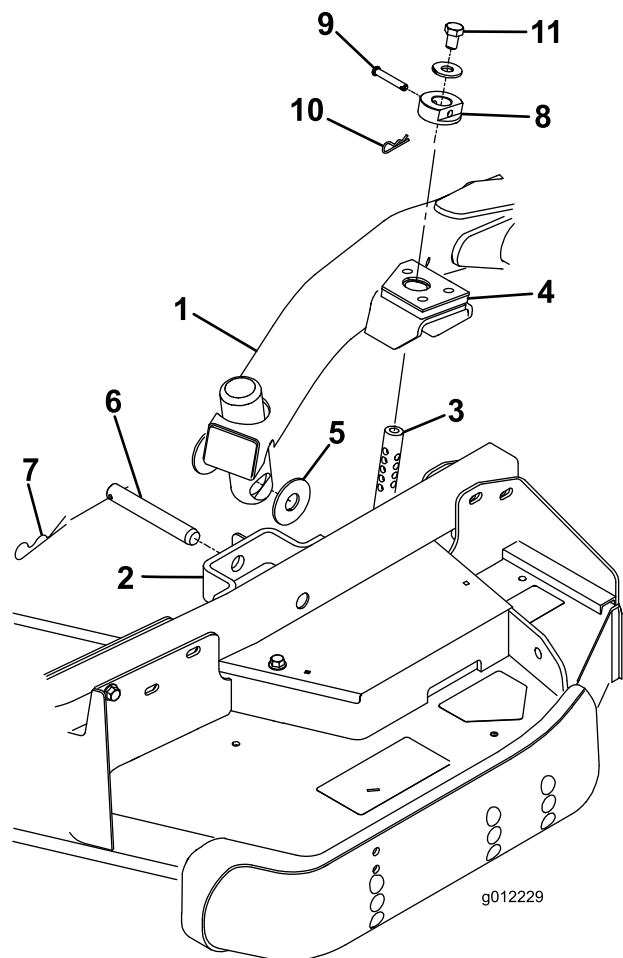

Figure 23
4. Placez le levier de relevage en position de flottement. Poussez un bras de relevage vers le bas jusqu'à ce que ses trous soient alignés sur ceux du support du bras pivotant. Il est alors possible d'introduire la tige de réglage de hauteur de coupe dans les patins du bras de levage (Figure 23).
5. Fixez le bras de relevage au bras pivotant avec (2) rondelles de butée, un axe de chape et une goupille fendue. Placez les rondelles de butée entre le bras de relevage et le support de bras pivotant (Figure 23). Insérez l'extrémité de la goupille fendue dans la fente de la patte du bras pivotant pour retenir la goupille fendue.
9. Montez les bagues de hauteur de coupe sur les tiges de réglage de hauteur de coupe et fixez-les avec les axes de chape et les goupilles fendues (Figure 23). La tête de l'axe de chape doit être dirigée vers l'avant du plateau.
10. Montez un boulon (1/2 x 3/4 po) et une rondelle au sommet de chaque tige de réglage de hauteur de coupe (Figure 23).